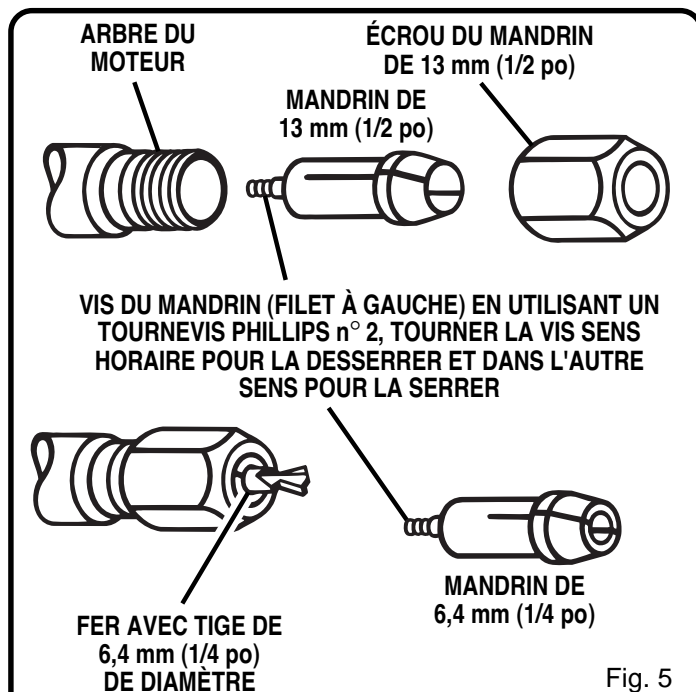

Fig. 5
- Le mandrin de 13 mm (1/2 po) est usiné selon des tolérances précises pour recevoir des fers à tige de 13 mm (1/2 po) de diamètre. Un ensemble de mandrin de 6,4 mm (1/4 po) est également fourni avec cette toupie afin que les fers dotés d'une tige de 6,4 mm (1/4 po) puissent être utilisés. Voir figure 5.
- Installez le mandrin de 6,4 mm (1/4 po) en serrant bien la vis de mandrin contre l'arbre du moteur, puis installez l'écrou du mandrin de 13 mm (1/2 po). Voir figure 5. Assurez-vous que le mandrin puisse tourner librement à l'intérieur de l'arbre du moteur une fois la vis du mandrin serrée.